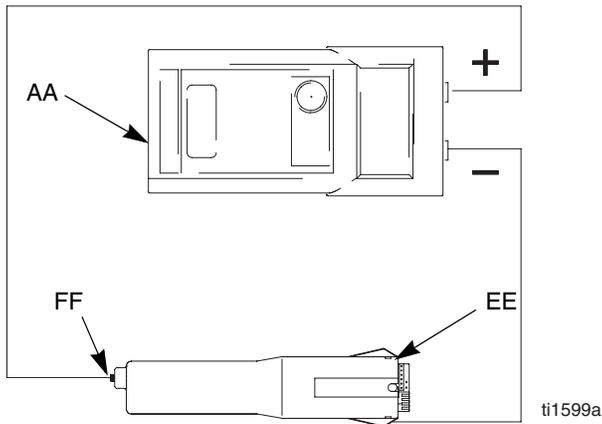

图 11. 测试供电电源的电阻
1. 卸下供电电源 (18)，第 31 页。
2. 卸下供电电源的涡轮交流发电机 (19)，第 32 页。
3. 测量从供电电源接地片 (EE) 至供电电源密封 (FF) 中心内导电触点的电阻。见图 11。